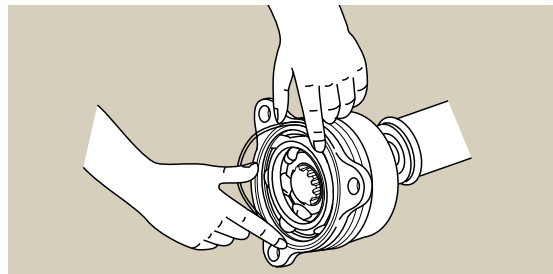

図4
- カップリング式の場合、Oリングは傷つけないよう確実に所定の位置に装着する（図4参照）。